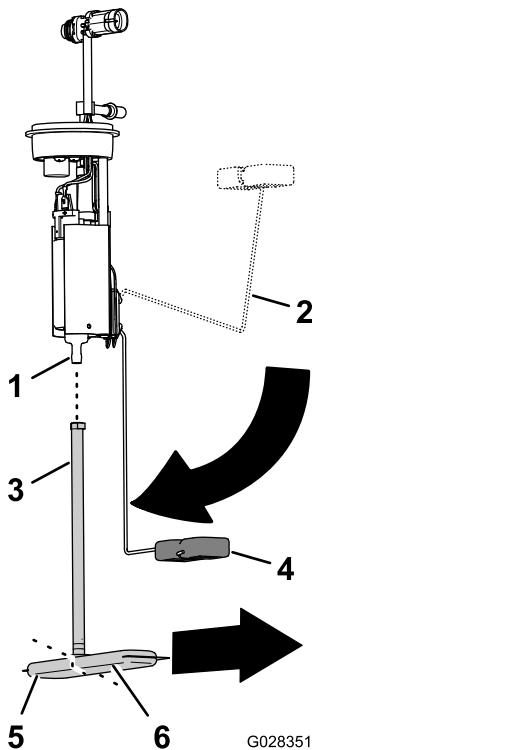

Bild 120
1. Entfernen Sie das Aufnahmerohr des Kraftstofffilters aus dem Anschlussstück der Kraftstoffpumpe (Bild 120).
2. Richten das Aufnahmerohr des neuen Kraftstofffilters am Anschlussstück der Kraftstoffpumpe aus (Bild 120).
3. Richten Sie das lange Teilstück des Kraftstofffilters mit dem Schwimmer aus, wenn sich der Schwimmerarm in der Stellung des leeren Kraftstofftanks befindet (Bild 120).
4. Schieben Sie das Anschlussstück der Kraftstoffpumpe in das Aufnahmerohr, bis das Anschlussstück vollständig sitzt (Bild 120).
2. Setzen Sie die Kraftstoffpumpe/Zuführeinheit in die Öffnung im Tank (Bild 119 und Bild 120).